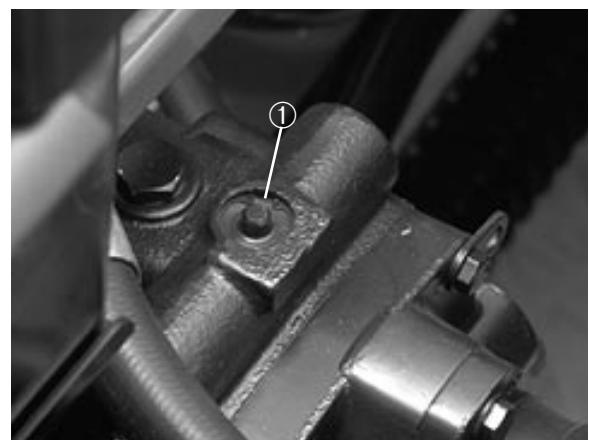

Bild 18
1. Das Bypassventil befindet sich an der Oberseite der Hydraulikpumpe (Bild 18). Das Ventil um 90° nach links oder rechts drehen, um es zu öffnen und ein internes Umleiten des Öls zu ermöglichen. Da das Öl umgeleitet wird, lässt sich die Maschine—langsam—bewegen, ohne dem Getriebe Schaden zuzufügen.